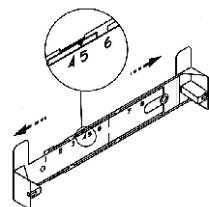

рис. 5
6.2. Крепление кронштейна к стене (рис. 5, 6):
- прежде чем прикрепить кронштейн к стене, необходимо выставить кронштейн на нужный размер рис. 5 (равный ширине верхней фальштрубы), для этого увеличьте размер кронштейна (если это необходимо), раздвинув его, и установите фиксатор напротив цифры соответствующей Вашей вытяжке (см. графа N, табл.3);